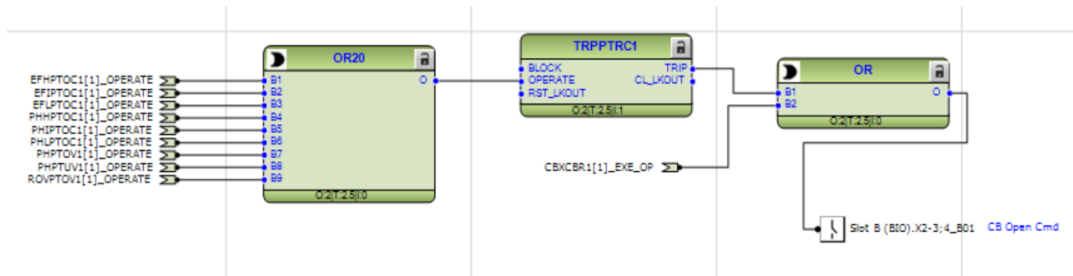
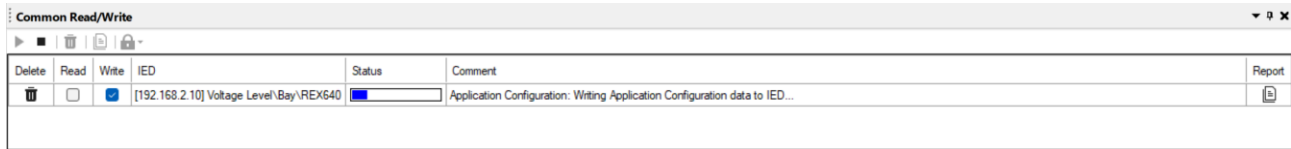

Imagen 286_Interconexión de los bloques OR20, TRPPTRC1 y OR con el número de puertos del bloque OR20 modificado.
Imagen 287_Escritura del programa en el relevador REX640 con las nuevas conexiones.
Y así teniendo los bloques ya en conjunto como se muestra en la **Imagen 286**:
4.1.59 Volveremos a correr el programa de nuevo para comprobar que todas nuestras conexiones están correctas, como se muestra en la **Imagen 287** e **Imagen 286**.